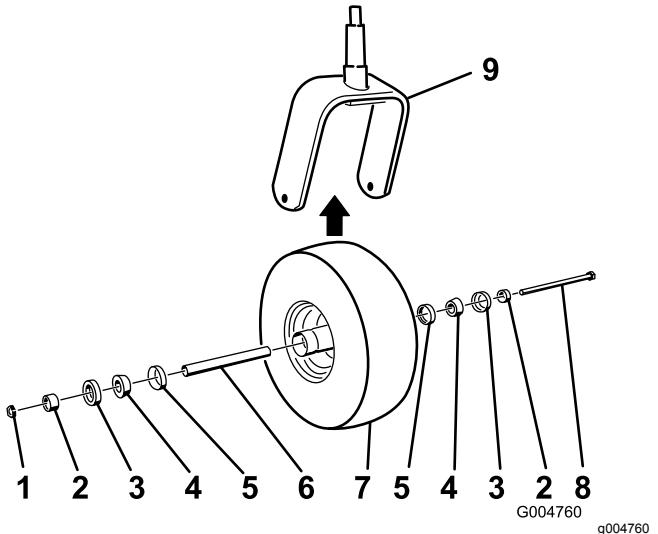

Figura 74
5. Monte a roda empurrando os rolamentos cónicos e vedantes, cheios de massa lubrificante, para dentro do cubo da roda, posicionado conforme ilustrado em Figura 74.
2. Retire a porca de bloqueio do parafuso que fixa o conjunto da roda, no respetivo suporte (Figura 74).